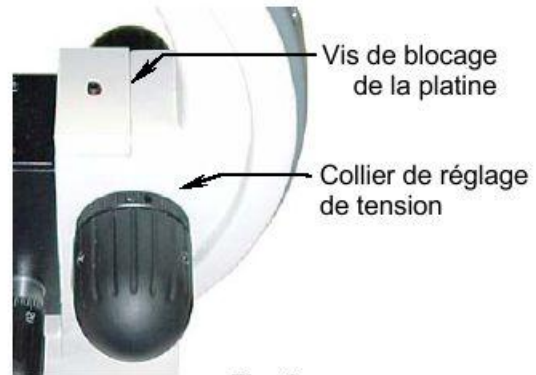

Fig. 6
Le collier de réglage de cette tension (fig.6) est situé entre le bouton de déplacement rapide (19) et la potence (16).
- a. Desserrer l'écrou de blocage (fig.6) à l'aide de la clé hexagonale 2mm.